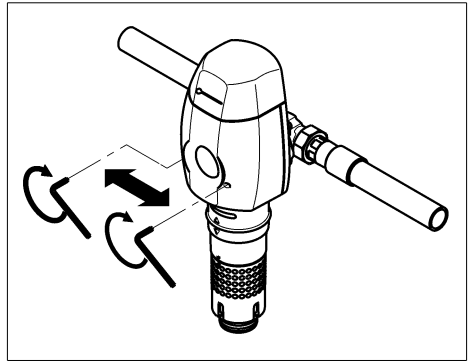

Abb. 5: Montage JSY-EC
- Die zwei Schrauben in der Frontseite mit einem Innen-Sechskantschlüssel mehrfach abwechselnd festschrauben (siehe Abb. 5).